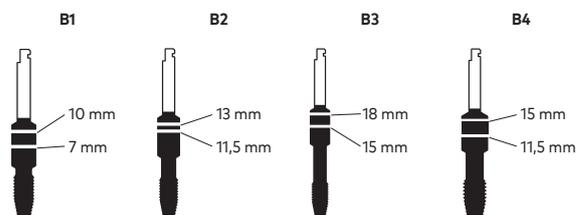

Figure B1 – B4 – Contrassegni di profondità sui Guided Screw Tap
- Per le situazioni di osso denso (e opzionalmente per l'osso medio), selezionare il Guided Screw Tap corrispondente al diametro e alla lunghezza dell'impianto. Per selezionare un Guided Screw Tap appropriato, posizionarlo nel sito implantare preparato utilizzando una bassa velocità (25 rpm), esercitando una pressione decisa. Una volta ingaggiata la filettatura, far procedere il Guided Screw Tap senza applicare alcuna pressione fino alla profondità appropriata. La Figura B1 mostra le tacche di profondità che corrispondono alla maschiatura a profondità completa di 7 mm e 10 mm per impianti con Ø 3,75, Ø 4,3, Ø 5,0 e Ø 5,5. La Figura B2 mostra le tacche di profondità che corrispondono alla maschiatura a profondità completa di 11,5 mm e 13 mm per impianti con Ø 3,75, Ø 4,3, Ø 5,0 e Ø 5,5. La Figura B3 mostra le tacche di profondità che corrispondono alla maschiatura a profondità completa di 15 mm e 18 mm solo per impianti con Ø 3,75, Ø 4,3 e Ø 5,0 e la Figura B4 mostra le tacche di profondità che corrispondono alla maschiatura a profondità completa di 11,5 mm e 15 mm solo per impianti con Ø 5,5.